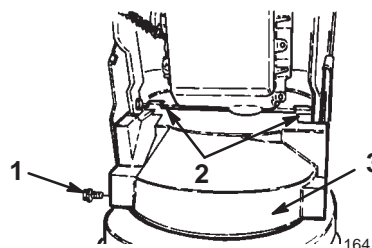

Figure 4
11. Montez le couvercle de courroie inférieur sur la surface inférieure du carter de tarière/roue hélice et sur le bâti du moteur à l'aide de deux boulons à embase de (1/2") (Fig. 4).
14. Montez le couvercle de courroie supérieur sur le bâti du moteur à l'aide de trois boulons à embase de 1,3 cm (1/2") (Fig. 4).